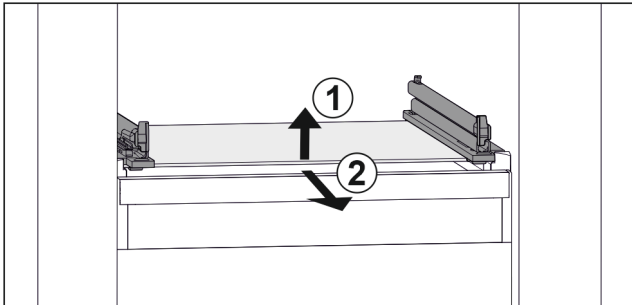

Fig. 110 Примерное отображение стеклянной пластины
- ▶ Приподнимите стеклянную пластину спереди. Fig. 110 (1)
- ▶ Извлеките стеклянную пластину движением вперед. Fig. 110 (2)